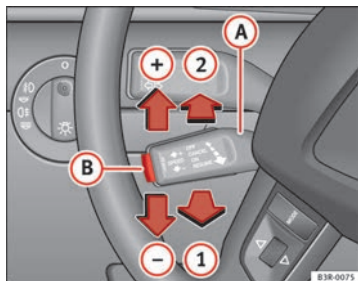

Fig. 140 Mandos del regulador de velocidad
- Tire de la palanca **A** hacia la posición $\Rightarrow$ fig. 140 **1** para activar el sistema.
- Desplace la palanca **A** hacia arriba, en dirección a $\Rightarrow$ fig. 140 **+**.
- Desplace la palanca **A** hacia abajo, en dirección a $\Rightarrow$ fig. 140 **-**.
- Cada vez que pulse brevemente la palanca **A** hacia arriba, en dirección a $\Rightarrow$ fig. 140 **+**, la velocidad programada aumentará en unos 2 km/h.
- Cada vez que pulse brevemente la palanca **A** hacia abajo, en dirección $\Rightarrow$ fig. 140 **-**, la velocidad programada disminuirá en unos 2 km/h.
Conduzca a la velocidad deseada y pulse entonces brevemente la tecla ⇒ fig. 140 **(B)** (SET).
- Desplace la palanca **(A)** ⇒ fig. 140 a la posición **(2)** (encastrada).